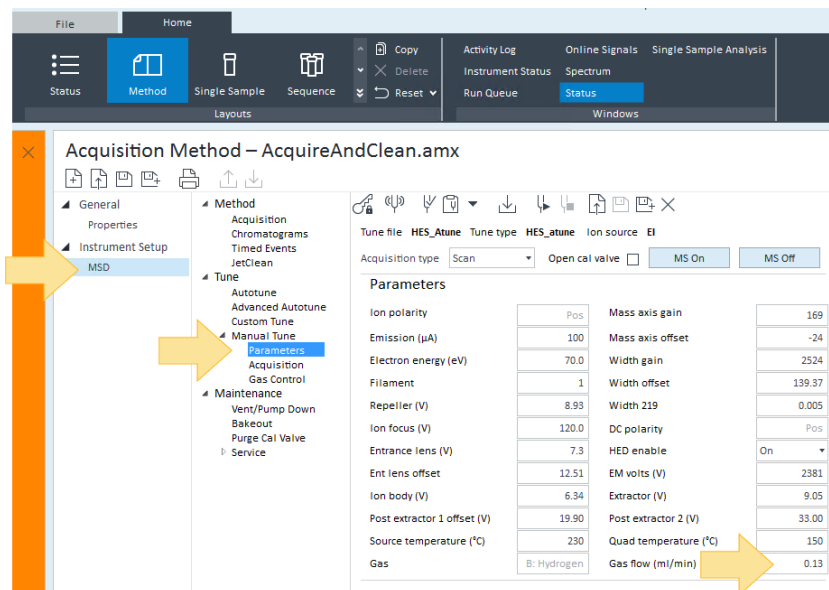

Figura 35. Parâmetros de Tune Manual
- b Selecione **Tune > Tune Manual > Parâmetros** e defina o parâmetro **Fluxo de gás** hidrogênio como **0,13**. Ao desenvolver seu método **Adquirir e Limpar**, é importante obter o menor fluxo de hidrogênio possível, mas mantendo bons resultados. (Consulte Figura 35 na página 118.)